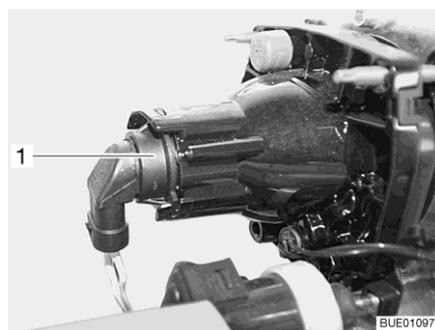

Bild 163 Ablendlicht/Fernlicht/Standlicht
- Hinter den Lampenhalter (Bild 163,1) greifen.